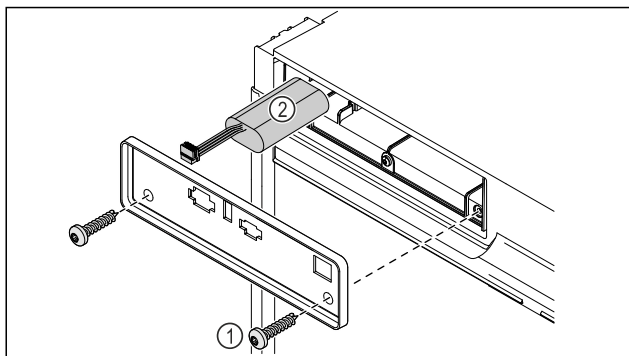

Fig. 228
- ▶ Deșurubați șuruburile și scoateți capacul de pe partea din spate a aparatului Fig. 228 (1).
- ▶ Deconectați și scoateți bateria Fig. 228 (2).